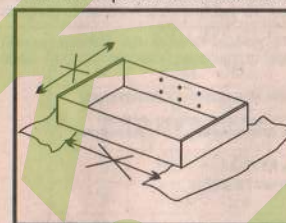
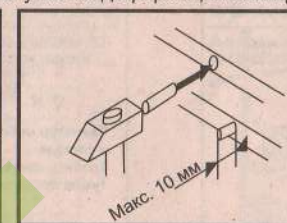
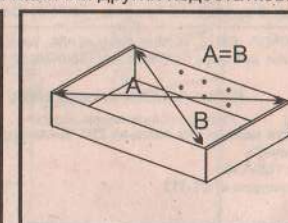

рис. 1
рис. 2
рис. 3
- 2) Проверить диагональ (диагонали каркаса должны быть равны друг к другу). Прибить снизу (с неклееной торцовочной ленты стороны) ДВП (3) гвоздями.
- 3) Разобрать направляющие (5) на две части (а) и (б). Для разъединения направляющих используйте рычаг на части (б), смотрите рис. 1.
- 4) Прикрепить с помощью саморезов части (а) металлических направляющих к бокам тумбы, смотрите рис. (2).
- 5) Прикрепить с помощью саморезов части (б) металлических направляющих к бокам шухляды, смотрите рис. (3).
- 6) Соединить фасад шухляды (4) шкантами (А) с каркасом шухляды.
Сборку элементов мебели необходимо производить на мягкой и чистой поверхности (например, полотенце, одеяло), см. рис. 1. В отверстия диам. 8 мм, находящиеся по краям элементов, вбить шканты, см. рис. 2. (сквозные отверстия на стержне штанги оставить свободными. Внимание: если Вы обнаружите, что какой-либо из шкантов выступает из отверстия на длину более 10 мм, его следует добить, заменить либо укоротить, поскольку при сборке он может повредить деталь. Замечание: перед тем, как прибить заднюю стенку (оргалит), необходимо выставить равенство диагоналей А и В (рис. 3)